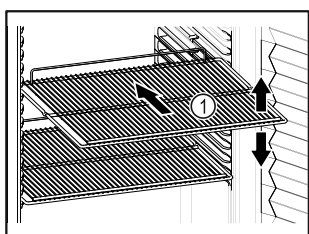

Fig. 50 Representación a modo de ejemplo
- ❑ Si los estantes de rejilla Fig. 50 (1) se pueden colocar en distintas posiciones, ajustarlos en altura.